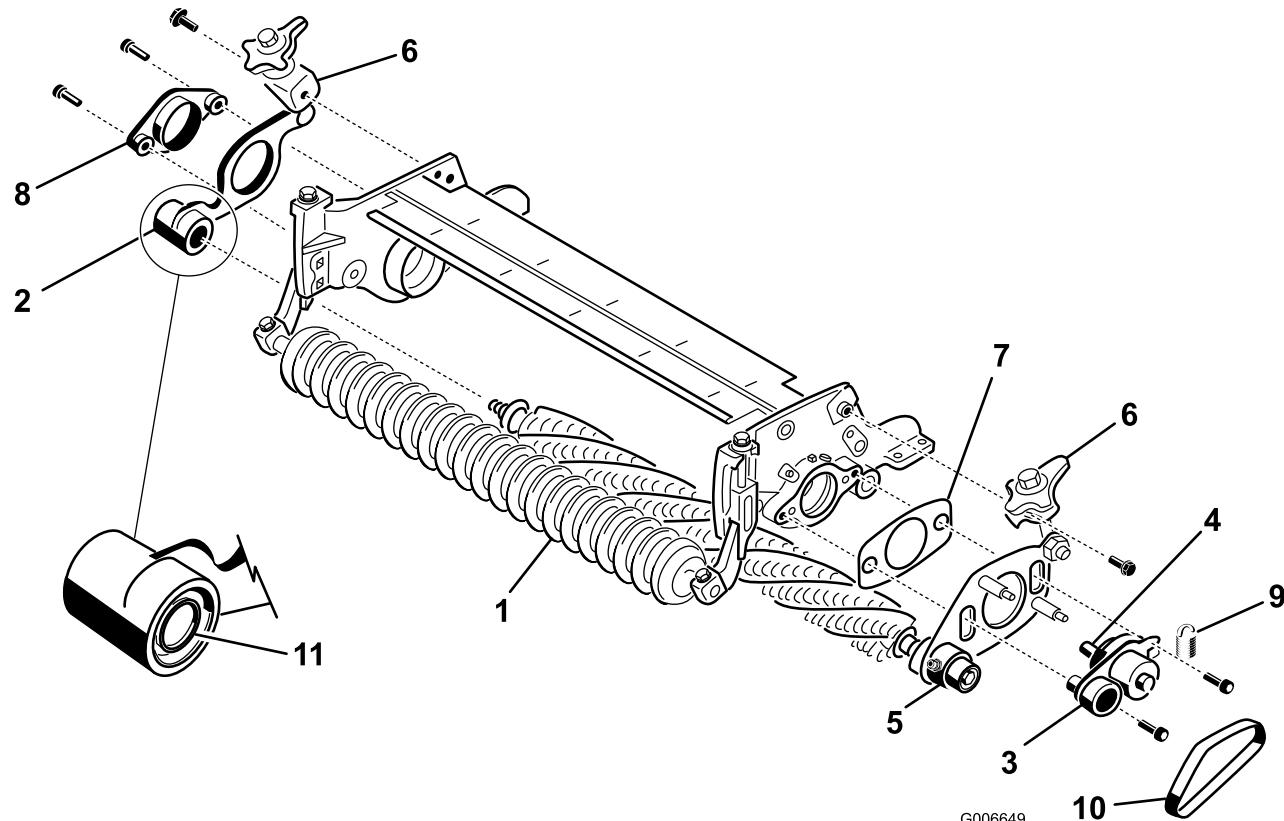

Figura 24
21. En el **lado opuesto a la transmisión** del acondicionador, retire la chapa del acondicionador del eje del acondicionador (Figura 24).
23. En el lado de la transmisión de la unidad de corte, Monte el cubo pivotante, la chapa del acondicionador del lado de la transmisión, y el suplemento en la chapa lateral de la unidad de corte con 2 tornillos de cabeza hexagonal de 3/8" x 1" (Figura 24). Aplique Loctite azul a la rosca de los tornillos antes de la instalación.
- 25. Sujete el buje pivotante del extremo opuesto a la transmisión a la chapa lateral de la unidad de corte con 2 tornillos de 3/8" x 1" (Figura 24). Aplique Loctite azul a la rosca de los tornillos antes de la instalación.
27. Monte las palancas de elevación rápida a las chapas laterales con pernos con arandela prensada de $3/8"$ x $3/4"$ (Figura 24).
28. Instale la correa del acondicionador en las poleas (Figura 24). Asegúrese de que los nervios de la correa están correctamente asentados en las ranuras de cada polea.